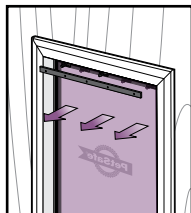

FIG. 14
2. Rimuovere la barra e il flap in vinile (**Fig. 14**).